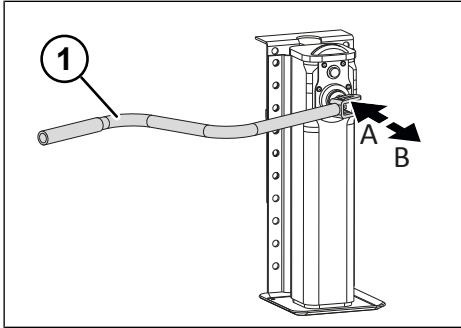

Abb. 5-5: Lastgang und Schnellgang der Heckstütze
- ▶ Schnellgang durch Herausziehen der Handkurbel einschalten (siehe "Abb. 5-5: Lastgang und Schnellgang der Heckstütze", S. 30).
- ▶ Lastgang durch Hineindrücken der Handkurbel einschalten (siehe "Abb. 5-5: Lastgang und Schnellgang der Heckstütze", S. 30).
- ▶ Lastgang durch Hineindrücken der Handkurbel einstellen (siehe "Abb. 5-5: Lastgang und Schnellgang der Heckstütze", S. 30).
- ▶ Schnellgang durch Herausziehen der Handkurbel einstellen (siehe "Abb. 5-5: Lastgang und Schnellgang der Heckstütze", S. 30).